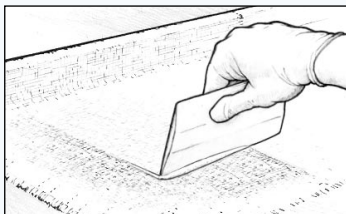

Figure 24 Racler l'excédent d'époxy avant qu'il ne se gélifie
6. Enlevez l'excédent d'époxy avec une raclette (*Figure 24*), en appuyant de manière uniforme et en empiétant légèrement sur la passe précédente. L'objectif est de retirer l'excédent d'époxy susceptible de soulever le tissu de la surface sans toutefois créer de points secs suite à une pression trop forte sur la raclette. L'excédent de résine apparaît comme des zones brillantes, alors qu'une surface correctement imprégnée apparaît uniformément transparente avec une texture toilée lisse. Les couches suivantes d'époxy combleront l'armure du tissu.